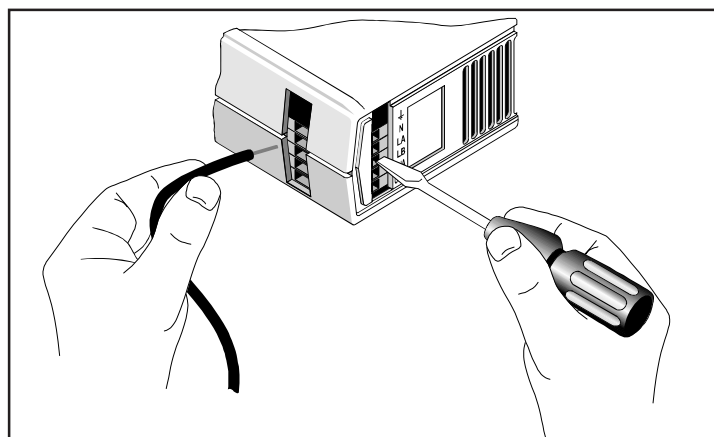

Fig 1-2: Collegare i fili alla morsettiera
3. Far leva con un piccolo cacciavite sul coperchio situato sulla parte sinistra dell'HES 98020 per accedere ai morsetti di alimentazione e di uscita (si veda Fig. 1-2).